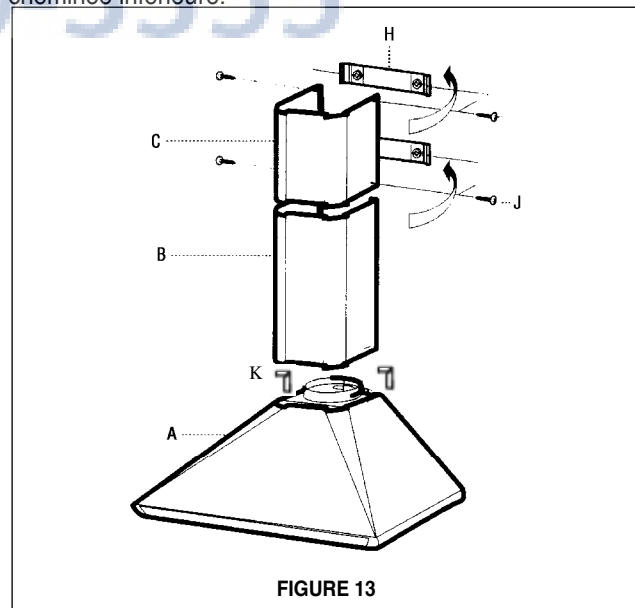

FIGURE 13
9. Installez les clips noirs de cheminée (K) sur les trous trouvés sur le gauche et droit du tuyau sur le dessus du corps. La cheminée doit être fixée à la hotte. La section CHEMINÉE SUPÉRIEURE (C) doit être installée en premier, puis la section CHEMINÉE INFÉRIEURE (B). Les deux sections sont fixées de façon sécuritaire au mur sous les FIXATIONS DE CHEMINÉE (H), tel qu'il est indiqué à la **FIGURE 13**. Attacher la section CHEMINÉE SUPÉRIEURE avec LES VIS DE CHEMINÉE (J). La CHEMINÉE INFÉRIEURE s'attache au haut de la HOTTE avec des collerettes sur chaque côté. S'assurer que la CHEMINÉE INFÉRIEURE s'enclenche au haut de la HOTTE. Insérez 2 vis de cheminée au bas de la cheminée inférieure.